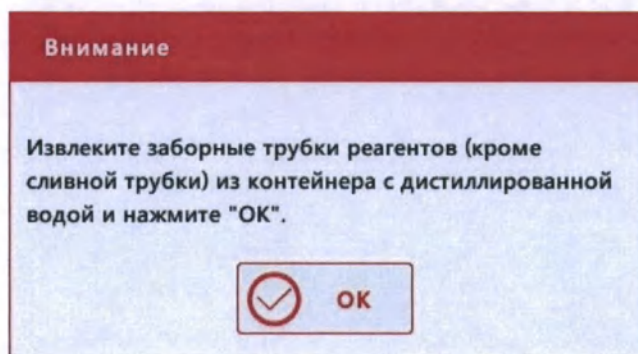

Рис.10.5-16 Информационное окно с описанием третьего действия оператора
- 5) По завершении процесса заполнения системы водой появится информационное окно (Рис.10.5-16):